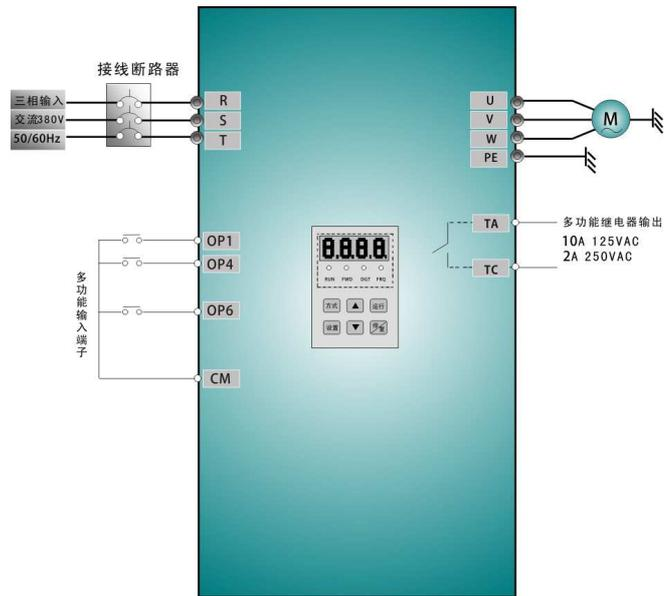

图 4-2 接线图 2
- (1) 按图 4-2 配线，检查接线正确后，合上空气开关，变频器上电；
- (2) 按方式键，进入编程菜单。
- (3) 设置变频器的功能参数：
- ① 进入 F203 参数，设置为 0，选择频率设定方式为数字给定记忆；
- ② 进入 F113 参数，设置目标频率为 50.00Hz；
- ③ 进入 F208 参数，设置为 1，选择二线控制模式 1（注意：F208 不等于 0 时，F200，F201，F202，不再有效）
- (4) 闭合 OP4 开关，变频器开始反向运行；
- (5) 在运行中，可按下▲和▼键，修改变频器当前频率；
- (6) 在运行中，断开 OP4 开关，再闭合 OP6 开关，电机运行方向改变；（注意：请用户根据负载情况设置正反转死区时间F120，如过短可能会出现变频器OC保护）
- (7) 断开 OP4 开关和 OP6 开关，电机减速，直到停止运行。
- (8) 断开空气开关，变频器断电。